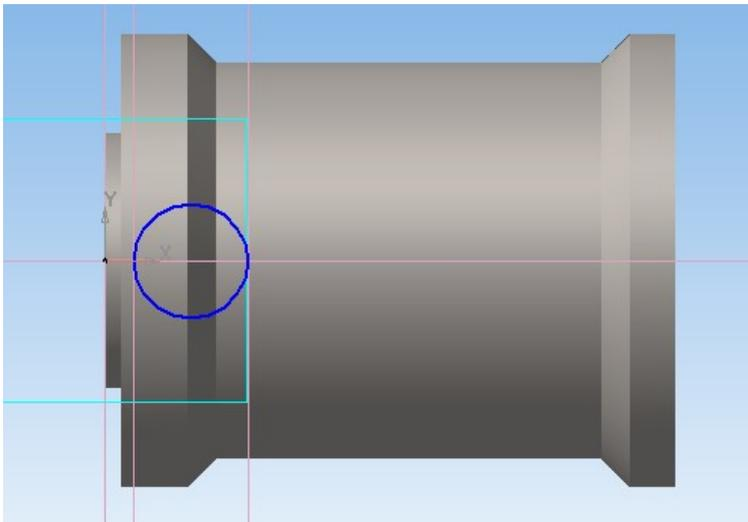

Рис. 7. Создание эскиза конуса
3. Выберите в *Дереве построения* заголовок *Смещенная плоскость* и войдите в режим редактирования эскиза нажатием кнопки  (*Эскиз*). Выберите ориентацию *Нормально к...* и постройте вспомогательные прямые: вертикальную и горизонтальную (привяжите их к началу координат), две прямые, параллельные вертикальной прямой постройте на расстояниях 5 мм и 25 мм соответственно. Далее щёлкните по кнопке *Окружность по 2 точкам*, расположенной на панели инструментов *Геометрия*, и постройте окружность, привязав её к пересечениям параллельных прямых и горизонтальной прямой (рис. 7).